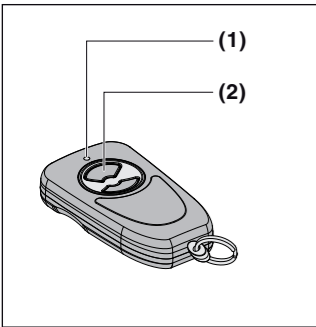
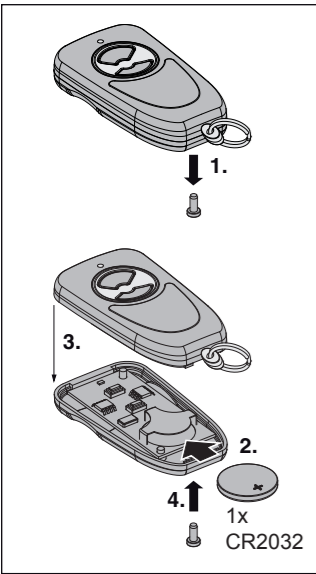

Fig. 1
Fig. 2
**2 Gerätebeschreibung (Fig. 1)**
- (1) LED (rot): leuchtet bei gedrückter Taste
(2) Tasten: zur Steuerung von 2 Kanälen
**3.1 Batterie wechseln / einlegen (Fig. 2)**
- ▶ Eine der Tasten (2) drücken.
- LED (1) leuchtet: Handsender funktioniert korrekt
- LED (1) aus: Batterie austauschen
**4.2 Den Handsender verwenden (Fig. 1)**
- ▶ Die Taste (2) am Handsender drücken. Die mit der Taste verbundene Funktion (z. B. Tor auf/zu) wird ausgeführt.
**2 Description de l'appareil (fig. 1)**
- (1) LED (rouge) : s'allume lorsque la touche est enfoncée
(2) Touches : pour la commande de 2 canaux
**3.1 Introduction / Changement de la pile (fig. 2)**
- ▶ Appuyez sur l'une des touches (2).
- La LED (1) s'allume : l'émetteur fonctionne correctement
- LED (1) éteinte : la pile doit être remplacée
**4.2 Utilisation de l'émetteur (fig. 1)**
- ▶ Appuyez sur la touche (2) de l'émetteur. La fonction liée à cette touche (par exemple ouverture / fermeture de la porte) s'exécute.
**2 Beschrijving van het toestel (fig. 1)**
- (1) LED (rood): licht op wanneer de toets wordt ingedrukt
(2) Toetsen: voor de besturing van 2 kanalen
**3.1 Batterij vervangen / plaatsen (fig. 2)**
- ▶ Op één van de toetsen (2) drukken.
- LED (1) licht op: de handzender werkt correct
- LED (1) uit: vervang de batterij